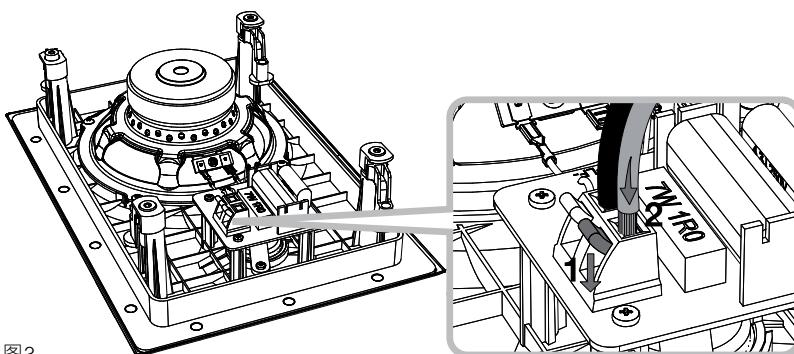

图3
4.3 现在请将扬声器接线连接到分频器板上的弹簧接线端。请确保扬声器连接的极性正确：连接到放大器正极端的接线应与扬声器上的红色弹簧接线端连接。同样，连接到放大器负极端的接线应与扬声器上的黑色弹簧接线端连接。图 3 说明了接线连接过程。